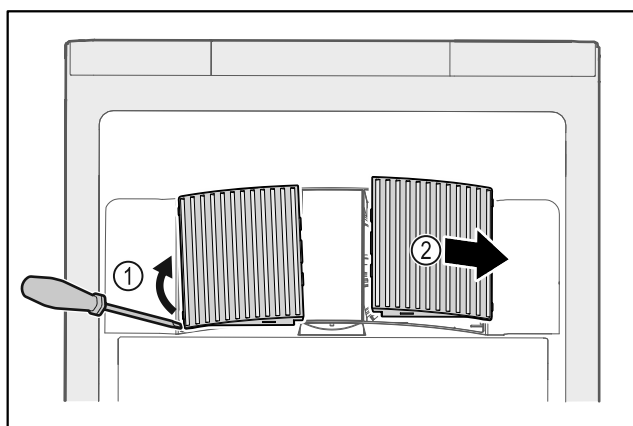

Fig. 163
- Extraire par un mouvement de levier les caches latéraux Fig. 163 (1) vers l'avant Fig. 163 (2).